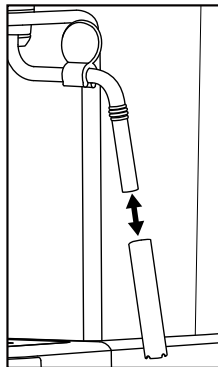

Figura 1
- 1) Coloque un recipiente vacío bajo el espumador de leche ⑩.
- 2) Gire el regulador de vapor ⑦ hasta alcanzar el símbolo "☁/💧" directamente después del uso y deje salir vapor durante unos segundos.
- 3) Gire el regulador giratorio ⑦ (hasta el tope hacia el símbolo "●") para cerrarlo, apague el aparato y desenchúfelo.
- 5) Retire la cubierta del espumador de leche ⑩ (figura 1) y límpiela cuidadosamente en agua caliente.
- 7) Vuelva a colocar la cubierta sobre la boquilla (figura 1).